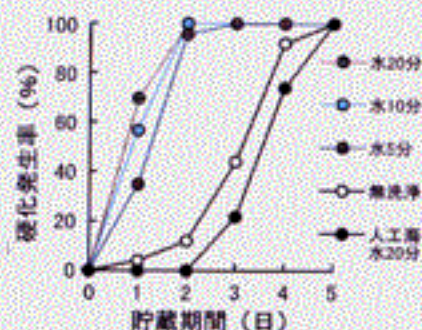

図1 洗浄条件と硬化の発生率
- ① 流通中に生鮮貝柱の硬化が観察された（写真1）。流通の現場では、貝柱の硬化によりクレーム等の問題が生じている。
- ② 貝柱の洗浄工程において短時間でも真水を使用することは、流通中における貝柱の硬化が速く発生するため、不適切であることが明らかとなった（図1）。